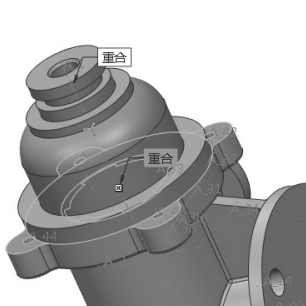

图 8-37 阀盖装配
(1) 在模型树中选“安全阀”组件, 右击在弹出菜单中选择【激活】选项, 单击【元件】命令组中的【组装】按钮, 在【打开】对话框中选择“阀盖.prt”, 单击【打开】按钮, 调入零件。
(2) 在【元件放置】选项卡中修改约束条件为【重合】, 然后选择绘图区域“阀盖.prt”的中心轴 A_1 和“阀体.prt”的腔体中心轴 A_1, 为其添加重合约束, 如图 8-37 所示。